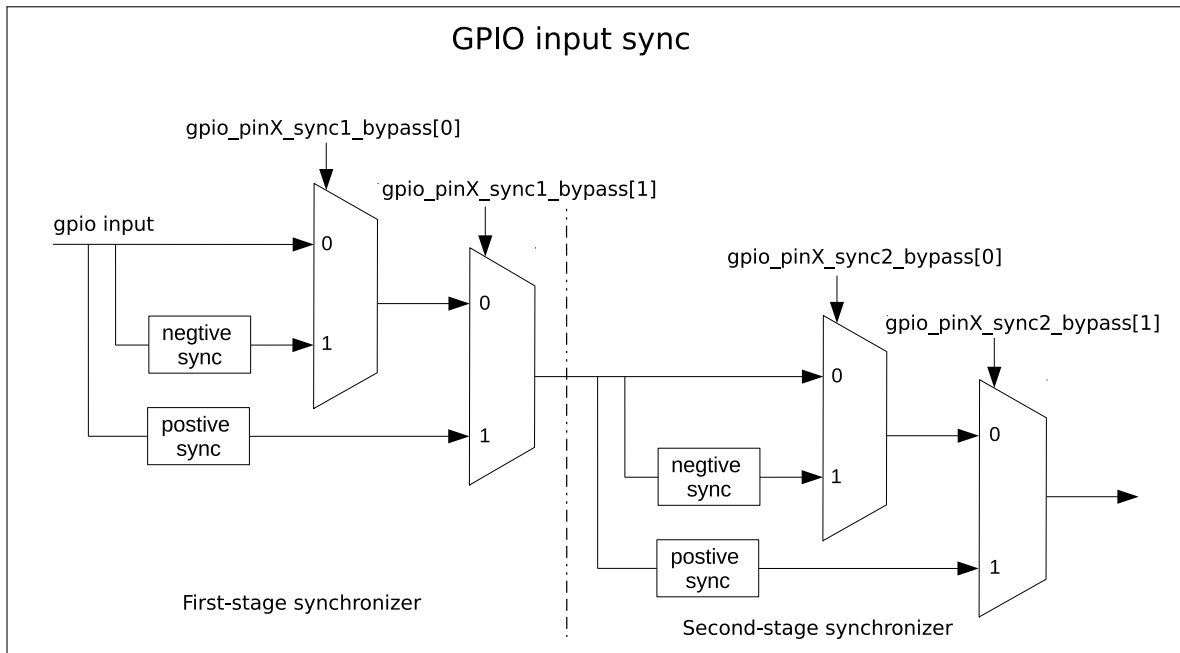

图 5-2. GPIO 输入经 clock 上升沿或下降沿同步
GPIO SYNC 模块的功能如图 5-2 所示。其中，negative sync 为 GPIO input 经过 APB clock 的下降沿同步，positive sync 为 GPIO input 经过 APB clock 上升沿同步。
- 如图 5-2 所示, 配置 `GPIO_PIN x _SYNC1_BYPASS` 使能输入信号第一拍为上升沿或者下降沿同步。
- 如图 5-2 所示, 配置 `GPIO_PIN x _SYNC2_BYPASS` 使能输入信号第二拍为上升沿或者下降沿同步。